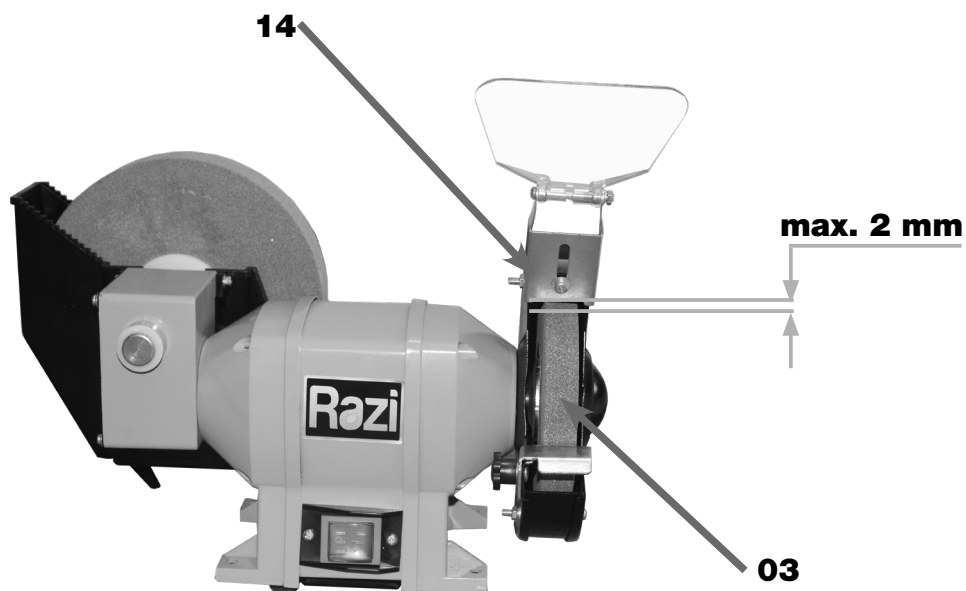

FIGURA 10 – Limite de folga do Suporte da Proteção Frontal
8. DEIXAR uma distância máxima de 2 mm entre o Rebolo (03) e o Suporte da Proteção Frontal (14) (figura 10);
Quando, mesmo com o ajuste, a distância entre o Rebolo (03) e o Suporte da Proteção Frontal (14) (figura 10) não puder ser de no máximo 2 mm o Rebolo (03) deve ser substituído.